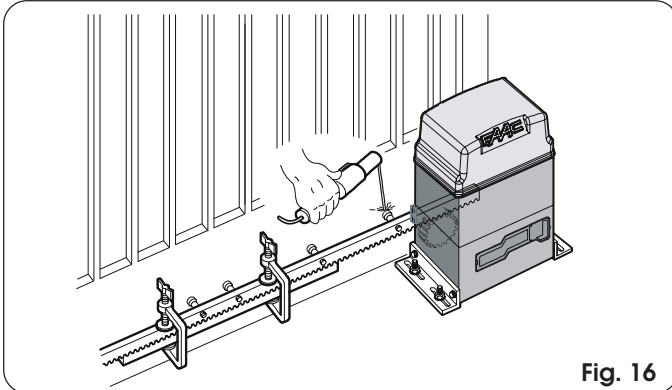

Fig. 16
- 5) Accostare un altro elemento di cremagliera al precedente utilizzando, per mettere in fase la dentatura dei due elementi, un pezzo di cremagliera come indicato in Fig. 16.
- 4) Accostare un altro elemento di cremagliera al precedente utilizzando, per mettere in fase la dentatura dei due elementi, un pezzo di cremagliera come indicato in Fig. 16.